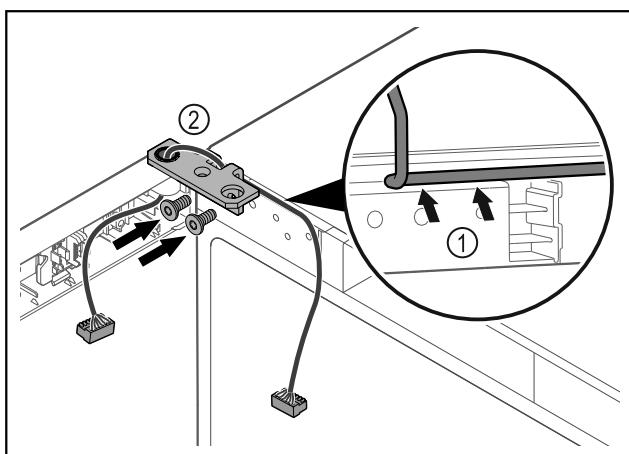

Fig. 63
- Prevlečte kábel cez vybranie uholníka závesu a opatrne ho položte Fig. 63 (1).
- Naskrutkujte uholník závesu Fig. 63 (2).